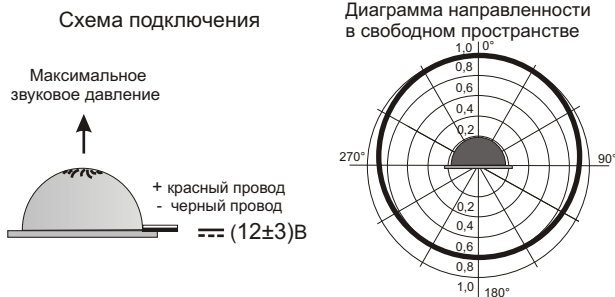

Рис.2 Схема подключения и диаграмма направленности оповещателя.
- 2.8. Диаграмма направленности звука на рис.2 (п.5.3)
5.1. Перед установкой необходимо проверить внешний вид оповещателя на наличие повреждений и проверить работоспособность следующим образом: подключить источник питания (типа Б5-7) к выводам оповещателя (рис.2), предварительно установив напряжение питания (12±3)В. При этом оповещатель должен выдать чередование текстового и звукового сигналов.
5.2. На рис.2 показана схема подключения и диаграмма направленности звука оповещателя.